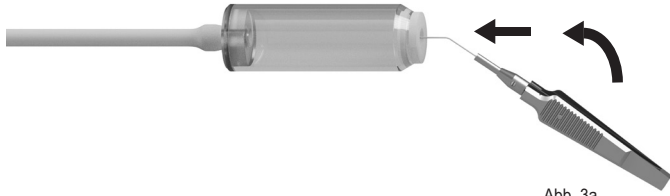

Abb. 3a
- Schieben Sie das Maulteil des rohrgeführten Instruments bei gedrücktem Griff (Maulteil geschlossen) vorsichtig senkrecht in den Reinigungsadapter (Abb. 3a).